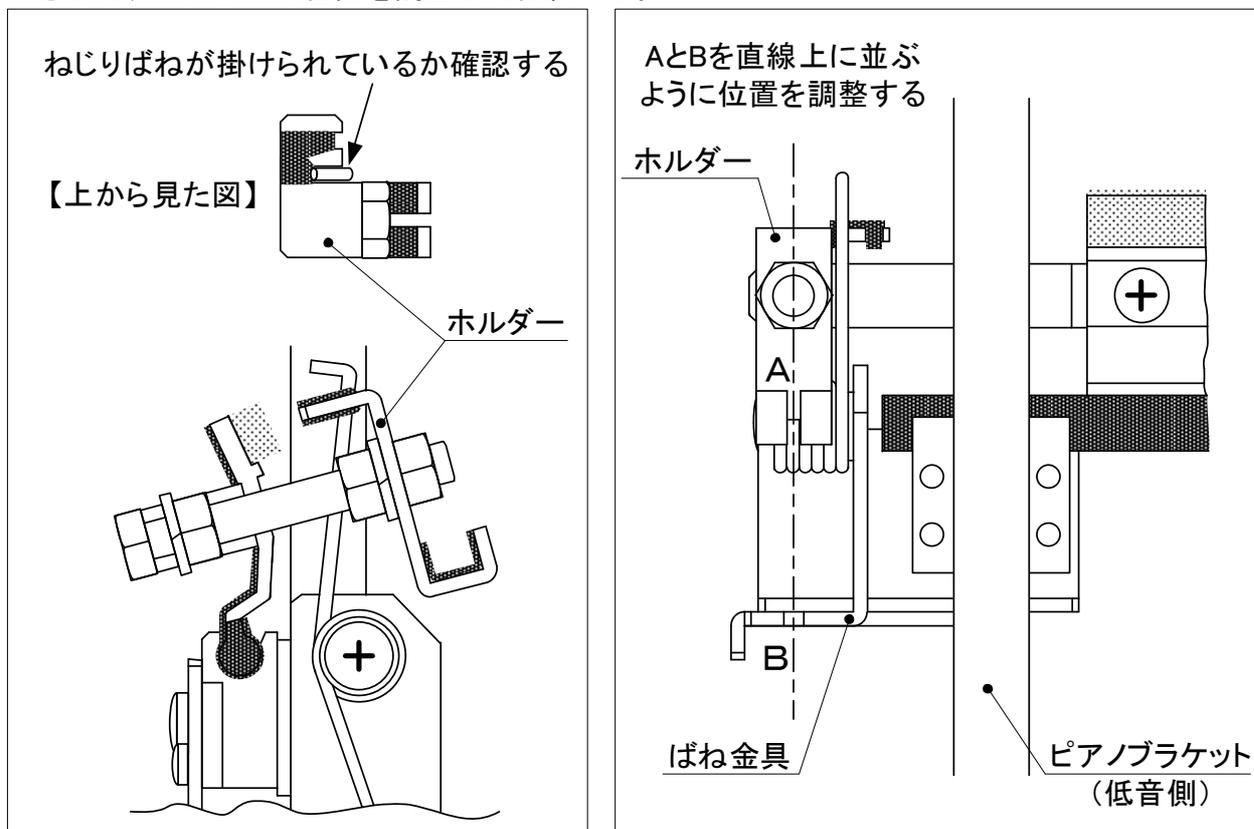

図4.3-8 ばね掛けと金具の位置調整
- (6) ねじりばねを図4.3-8の様にホルダーへ掛けられているか確認する。その際、ホルダーの溝Aとばね金具の溝Bが直線上に並んでいる事も確認する。並んでいない場合は消音バーを移動させて、ホルダーの位置を調整して合わせる。